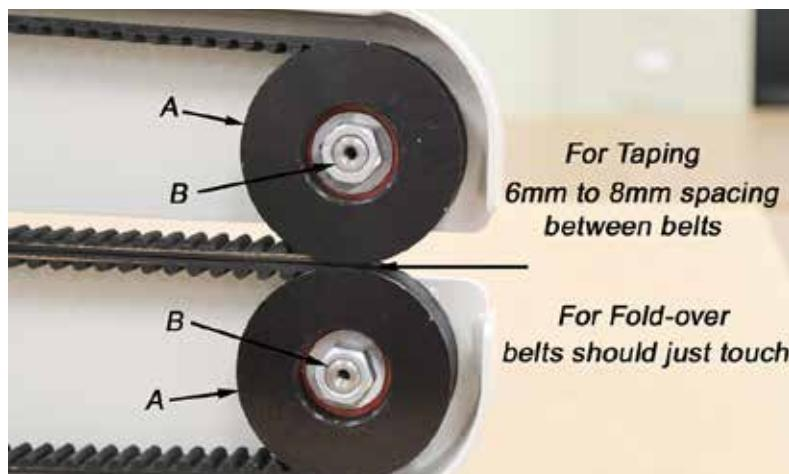

Fig. 9
The tail idler pulleys (A, Fig. 9) have front to back adjustment that is needed when sewing different applications. For taping applications the idler pulleys should be set to have a gap of 6 mm to 8 mm between the belts. For fold-over applications the idler pulleys should be adjusted so the belts are touching, to better grip the bags and help pull them through the system while folding.
To make this adjustment, the hex nut (B, Fig. 9) needs to be loosened on the hex head screws and the idler pulleys slid front to back in their slots to the required position. When the pulleys are in the correct position the hex nut should be secured to maintain the setting.
Die hinteren Spannrollen (A, Fig. 9) können für verschiedene Anwendungen vor- und zurückgestellt werden. Beim Einsatz von Reiterband sollten die hinteren Spannrollen einen Abstand von 6-8 mm zwischen den Riemen aufweisen. Bei Umfaltung der Säcke sollten die hinteren Spannrollen so eingestellt sein, dass sie den Riemen Kontakt geben, um die Säcke besser zu fassen und beim Umfalten besser durch die Sackzuführung zu führen.
Für die Einstellung müssen die Muttern (B, Fig. 9) an den Sechskantschrauben gelöst werden und die Spannrollen in ihrem Montageschlitz in die gewünschte Position von vorne nach hinten geschoben werden. Wenn sich die Spannrollen in der richtigen Position befinden, ziehen Sie die Muttern (B) an, um die Einstellung zu fixieren.